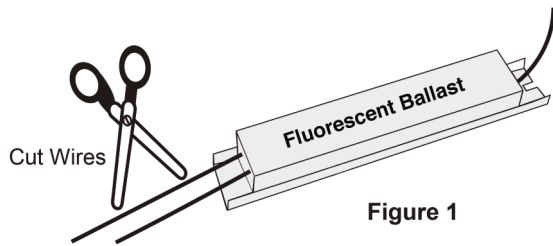

Figure 1
**Étape 5:** Couper la ligne et les fils neutres au ballast, ainsi que tous les fils restants au ballast (voir la **figure 1**).